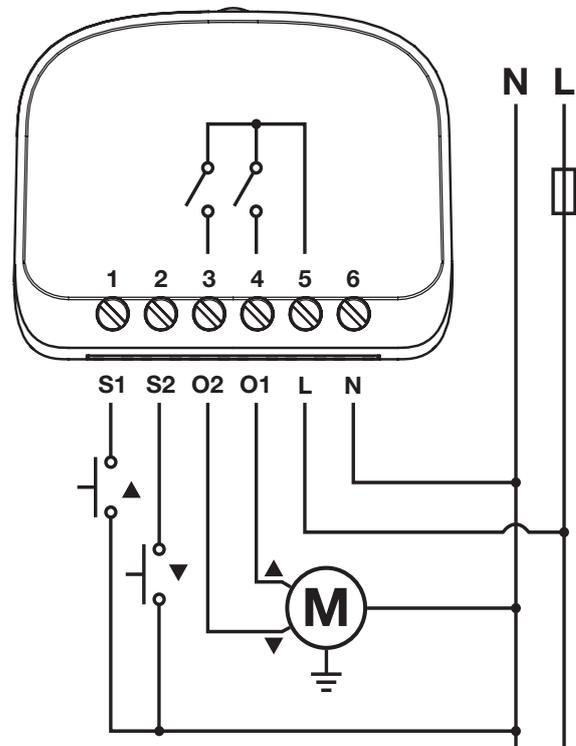

Abb.1 Schaltplan des BiDi-Shutters
Das Abspeichern und Programmieren ist über die Programmier Taste (Abbildung 1) am BiDi-Shutter möglich.
1.	Drücken Sie die Programmier Taste und halten Sie sie gedrückt (Abb. 1).
2.	Lassen Sie die Programmier Taste (Abb. 1) los, wenn die LED rot leuchtet (1. Position).
1.	Drücken Sie die Programmierstaste und halten Sie sie gedrückt (Abb. 1).
2.	Lassen Sie den Programmierstaster los (Abb. 1) wenn die LED orangefarben leuchtet (2. Position).
1.	Drücken Sie die Programmier Taste (Abb. 1) und halten Sie sie gedrückt.
2.	Lassen Sie die Programmier Taste (Abb. 1) los, wenn die LED blau leuchtet (3. Position).